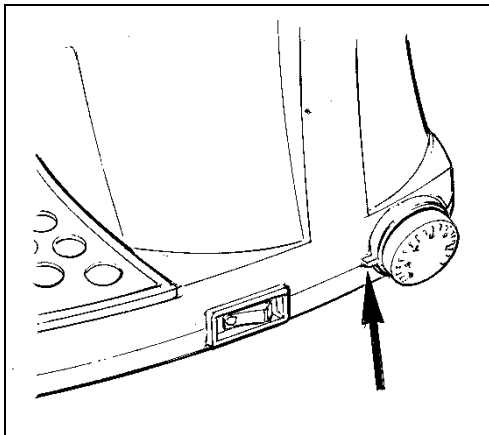

Fig. 5
- Pour régler le thermostat à la température souhaitée tourner la bague jusqu'à ce que cette température corresponde à l'encoche de réglage indiquée sur la figure 5.